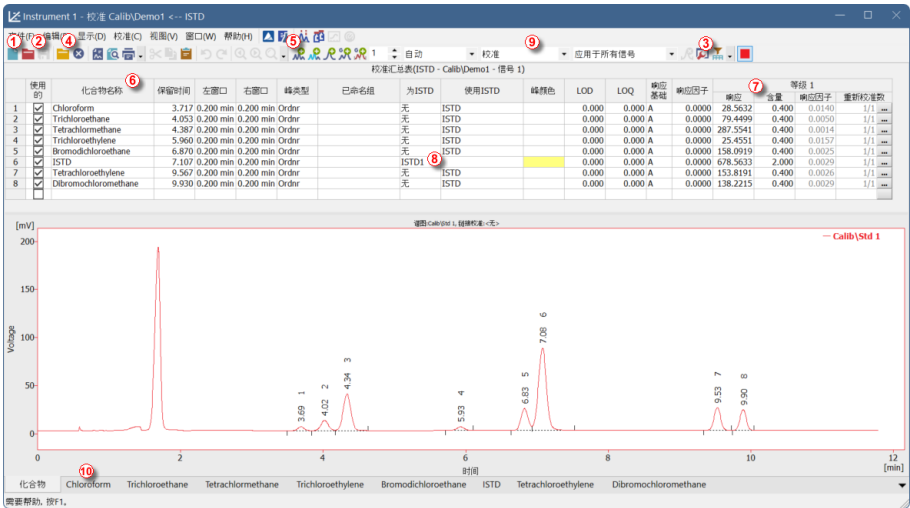

图13: 校准窗口 - 打开标准
- 单击**结果表**①中的一个单元格将为与您刚刚选择的行相对应的峰值(或选择的多个单元格的峰值)上色。
- 一次只能激活一个检测器信号。活动信号可通过三种方式识别:第一种是在**色谱图**②右上角的图例部分,活动信号以粗体文字显示;第二种,在**重叠工具栏**③中,它被标记为一个凹陷的图标;第三种,可以通过**色谱图**轮廓和表头的颜色来识别哪个是活动信号。通过在图例部分双击活动信号的名称来更改活动信号。你会发现**结果表**发生了变化。
- 可以使用 **色谱窗口** ④ 左侧工具栏对应的图标或者直接点击下部的 **积分** 标签 ⑤ 来修改当前活动的色谱峰的积分。使用任何方式对积分进行修改都将反应在 **积分表** 中，并且将会保存至示例的方法下。
- 要永久地为色谱峰添加颜色，请单击 **结果** 标签右侧的 **视图按钮** ⑥。这个操作将会链接进校准文件。在 **校准汇总表**，找到 **峰颜色列** (查看第 21 页第 **图 13**)。如果需要对色谱峰修改颜色，可以点击该区域并选择  图标选择色谱峰希望显示的颜色。选择需要的颜色并点击 **确定**。关闭 **校准** 窗口时，系统将要求您保存更改。通过菜单栏的  图标返回 **色谱图** 窗口。现在在 **校准** 窗口设置的色谱峰颜色会显示在当前色谱图上。
- 使用 **打开标准**  图标 (黄色) ④ 打开 **STD1.PRM** 数据文件。现在在校准窗口的下方会显示标准品的色谱图。
- 点击 **增加所有**  图标 (蓝色) ⑤ 将所有已定义的色谱峰添加至校准表。校准窗口中显示的表格将如第21页第图13.所示准备完成。
- 如校准汇总表和色谱图所示, 每个峰都是用它们的保留时间来识别的。要标记峰, 请单击化合物名称列 ⑥ 中的区域并将其编辑为第21页第图13.上所示的名称。您还可以在峰颜色列中设置特定峰的颜色, 例如, 将 **ISTD** 峰的颜色设置为黄色。请注意, 所做的更改不会立即影响当前色谱图。
- 根据对应的化合物浓度填写含量列 ⑦ 的数值。在本混合标准品中, 除了第6个色谱峰 (**ISTD**) 外, 其余化合物的含量都是 **0.4**。
- 第6个峰被标记为 **ISTD** 峰。在为 **ISTD** 列更改该化合物的类型为 **ISTD1** ⑧, 并在含量列将数值修改为 **2**。